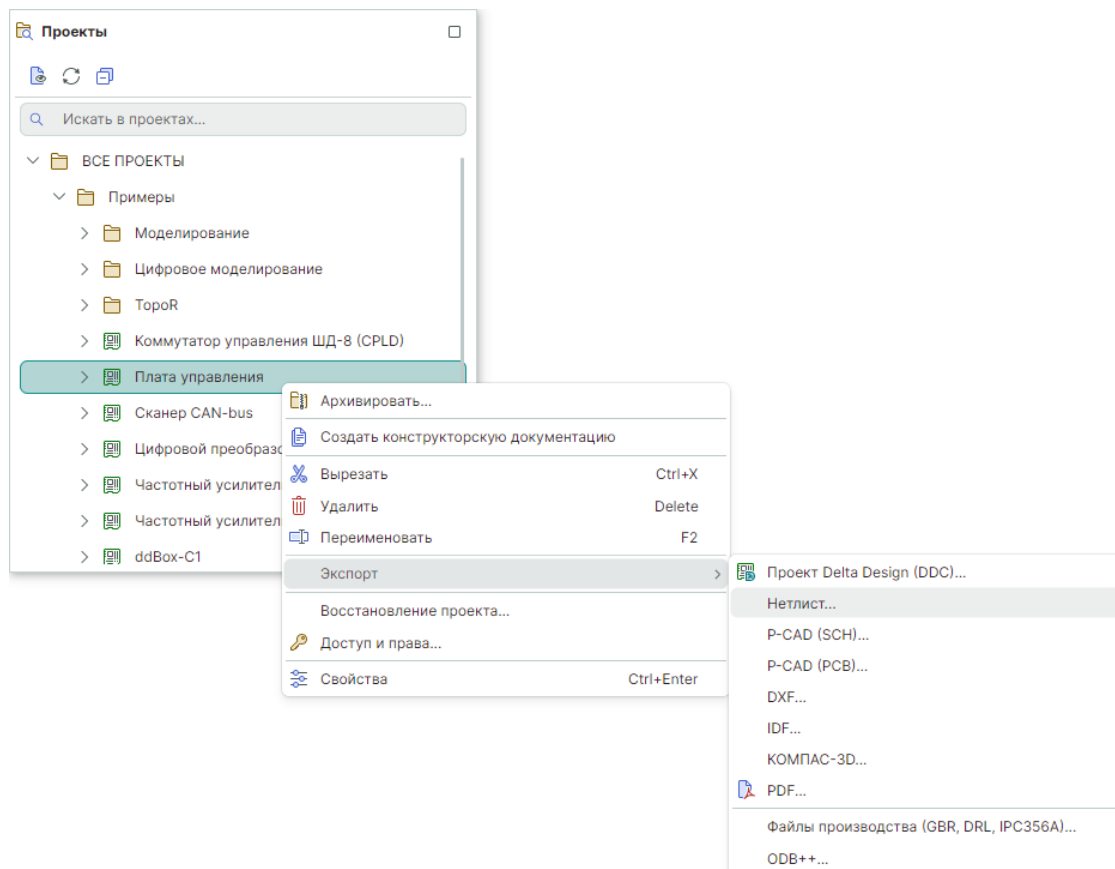

Рис. 75 Переход к экспорту нетлиста проекта
1. Вызовите контекстное меню с выбранного проекта, выберите «Экспорт» → «Нетлист...», см. Рис. 75.